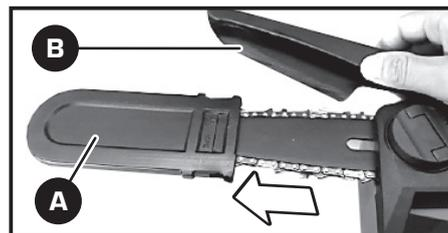

Figura 1
1. Para quitar la cubierta protectora de la espada (A), primero levante el protector retráctil de la cadena (B).
2. Presione ligeramente y tire de la cubierta deslizándola hacia los lados hasta quitarla completamente (Figura 1).